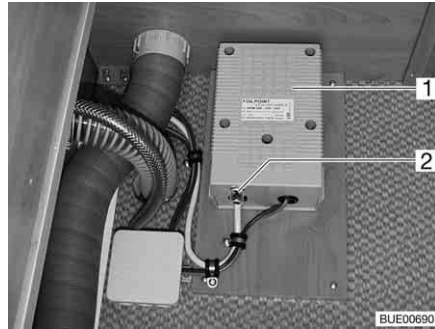

Bild 152 Trafo für elektrische Fußbodenheizung
Der Trafo (Bild 152,1) für die elektrische Fußbodenheizung ist je nach Modell in der Sitztruhe oder im Bettkasten eingebaut.
Wenn der Trafo überlastet wird, spricht der Überlastungsschutz an. Der Stift (Bild 152,2) springt heraus.
- Den Stift (Bild 152,2) am Überlastungsschutz eindrücken, wenn der Trafo abgekühlt ist.